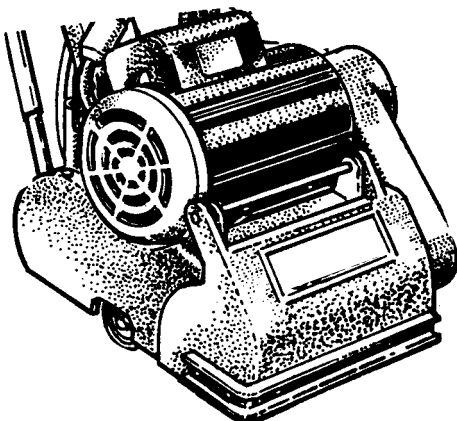

Abbildung 4
6. Heben Sie den Rahmen an den Transportgriffen an und plazieren Sie ihn im Frachtbereich. Siehe Abbildung 4.